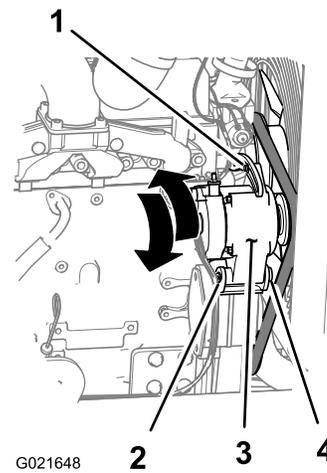

Figura 86
1. Solte o parafuso e a porca no ponto de articulação do alternador (Figura 86).
2. Afrouxe o parafuso de ajuste no alternador (Figura 86).
3. Para aumentar a tensão da correia, afaste o alternador do motor; para reduzir a tensão da correia, aproxime o alternador do motor (Figura 86).
4. Aperte o parafuso de ajuste do alternador (Figura 86).
6. Se a tensão da correia estiver correta, aperte a porca e o parafuso no ponto de articulação do alternador (Figura 86); caso contrário, repita os procedimentos 2 a 5.
2. Solte o parafuso e a porca no ponto de articulação do alternador (Figura 86).
3. Afrouxe o parafuso de ajuste no alternador (Figura 86).
4. Aproxime o alternador do motor para afrouxar a correia o suficiente para removê-la da polia do alternador (Figura 86).